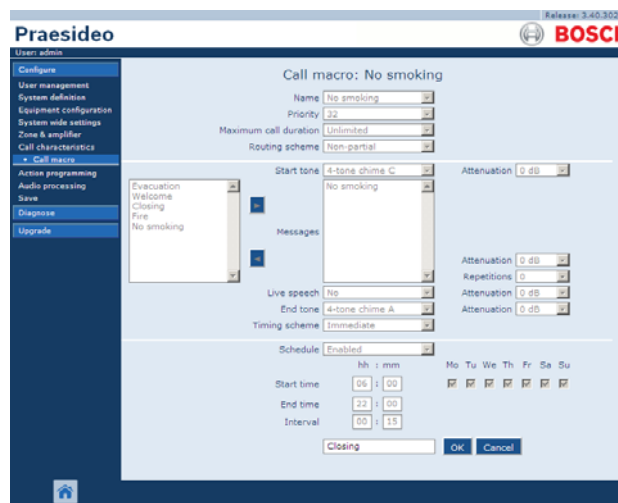

рисунок 47.4: Добавление макрокоманды, шаг 3
- 3 Введите название новой макрокоманды вызова в поле *Name* (см. рисунок 47.4 как пример). Название может содержать до 16 символов.